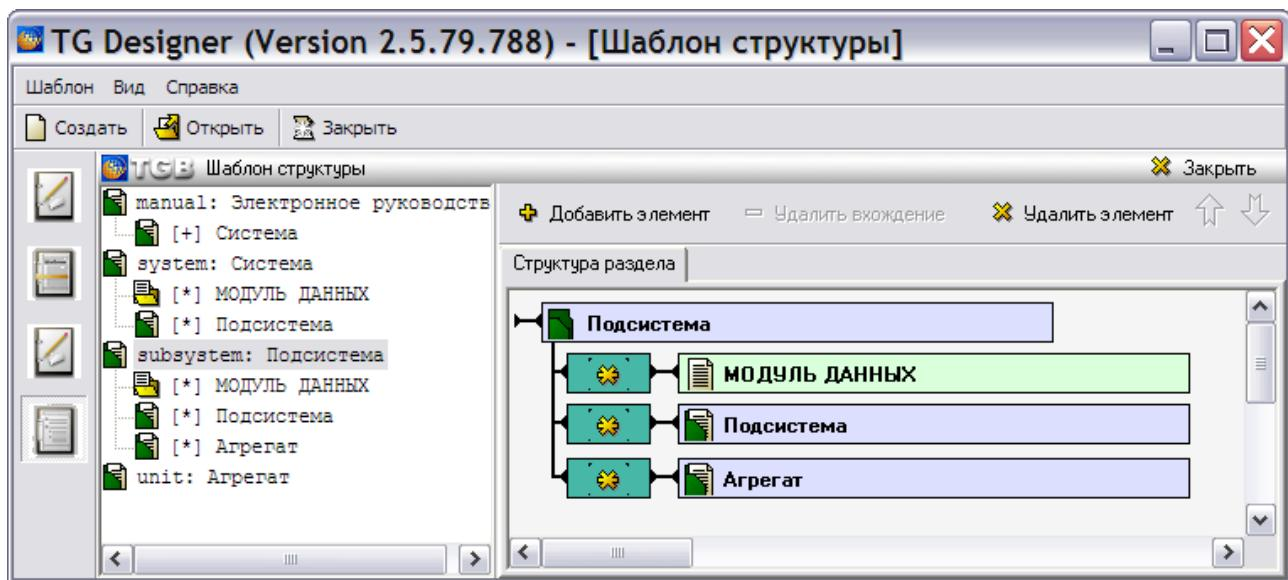

Рис. 4.21
10. Нажмите на кнопку **Применить**. При этом произойдёт возврат в окно редактора **Шаблон структуры** (Рис. 4.21).
Структура, показанная в левом окне, представляет собой следующее (Рис. 4.21):
1. В левом окне выделите элемент Агрегат (Рис. 4.21).